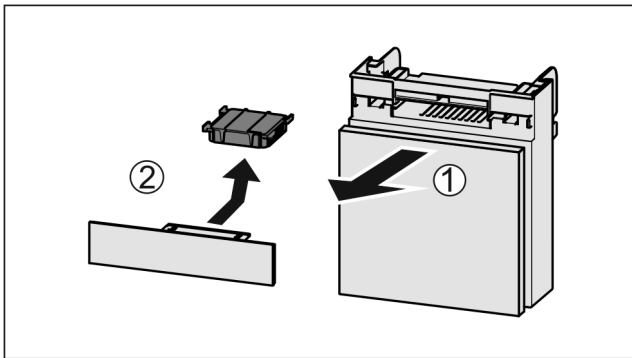

Fig. 148
- ▶ Fach nach vorne herausziehen *Fig. 148 (1)*.
- ▶ Aktivkohlefilter entnehmen *Fig. 148 (2)*.